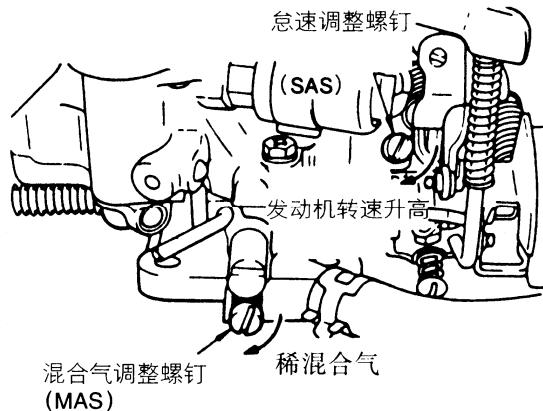

图 2-127 怠速调整螺钉和混合气调整螺钉
(6) 按 2000~3000r/min 运转发动机并超速运转 2~3 次。
(7) 检查发动机怠速和一氧化碳浓度是在标准数值内。：发动机怠速转速标准值为 700 ±50r/min；一氧化碳浓度标准值为 2.5%±0.5%。
(8) 如果不在标准数值内，调整怠速调整螺钉 (SAS) 和混合气调整螺钉 (MAS) 以调整空转每分钟转数和一氧化碳浓度达到标准数值 (图 2-127)。